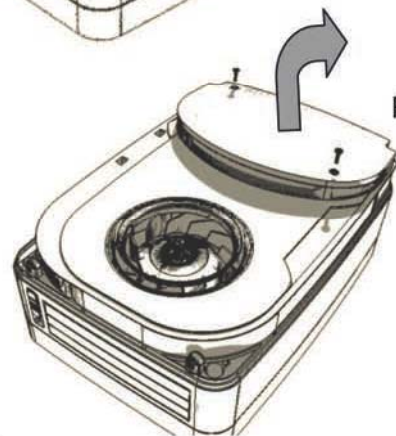

FIG.4
4- Retirer les 2 vis et enlever le couvercle de protection électrique. (FIG 4)
- 2- Retirer les 2 vis et enlever le couvercle de protection électrique. (FIG 4)